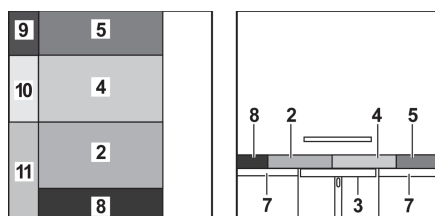

Fig. 144 Après la transformation
- Tirer les coussins d'assise (Fig. 144,2 et 4) vers l'avant et le milieu.
- Placer le coussin de dossier (Fig. 144,5) entre le coussin d'assise et la cloison.
- Placer le coussin supplémentaire (Fig. 144,8) entre le coussin d'assise et la cloison.
- Placer les coussins supplémentaires (Fig. 144,9, 10 et 11) entre les coussins disposés sur la table, et entre le plateau d'assise et la cloison.